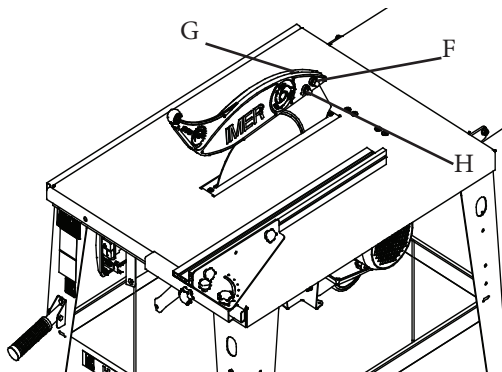

Fig. 6
La partie de la lame qui dépasse au-dessus de la table est protégée par un couvercle en polycarbonate [4] (fig.1). La protection est ancrée au couteau séparateur par deux vis [F] (fig.6).
⚠ Vérifiez avant chaque démarrage que la protection en polycarbonate [4] fig.1 se déplace librement verticalement (high-low), sous la seule action de son propre poids. Vérifiez qu'il ne reste pas bloqué dans aucune position pendant le mouvement. Si cela se produit, agissez sur les vis G et H fig.6 en rétablissant la fonctionnalité correcte.
- Serrer les vis [G et H] (fig.6) en veillant à ce que le boîtier tombe librement sous l'effet de son propre poids. Assurez-vous que pendant le mouvement vertical (haut-bas) ne reste pas bloqué dans aucune position. Si cela se produit, agissez sur les vis G et H fig.6 en rétablissant la fonctionnalité correcte.